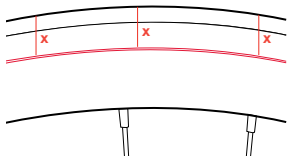

Abb. 8. Korrekter Sitz – die Kontrolllinie im Reifen hat überall den gleichen Abstand (x) zur Felgenkante.
9. Korrekten Sitz des Reifenwulstes in der Felge überprüfen (Abb. 8 und 9). Die meisten Reifen verfügen über eine umlaufende Kontrolllinie. Der Abstand zwischen dieser Linie und der dem Felgenrand muss rundum gleichmäßig sein. Ist dies nicht der Fall, die Luft aus dem Reifen ablassen und die gggSchritte 7 und 8 wiederholen.
12. Erneut den korrekten Sitz des Reifenwulstes überprüfen (Abb. 8 und 9).